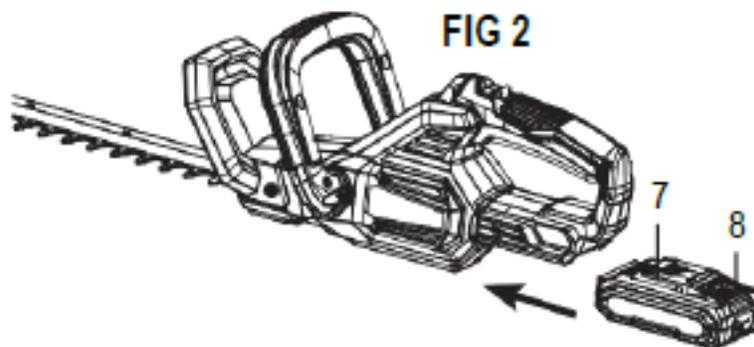

FIG 2
### INSTALLATION OU RETRAIT DU BLOC-BATTERIE (FIG 2)
- Pour installer le bloc-batterie, faites glisser le bloc-batterie (7) jusqu'à l'extrémité du boîtier de l'outil jusqu'à ce qu'il se verrouille en place avec un clic, comme illustré sur la FIG 2. Tirez légèrement sur la batterie pour vous assurer qu'elle est bien verrouillée. place et ne tombera pas accidentellement de l'outil.
- Pour retirer le bloc-batterie, retirez-le de l'outil tout en appuyant sur la languette de verrouillage de la batterie (8).